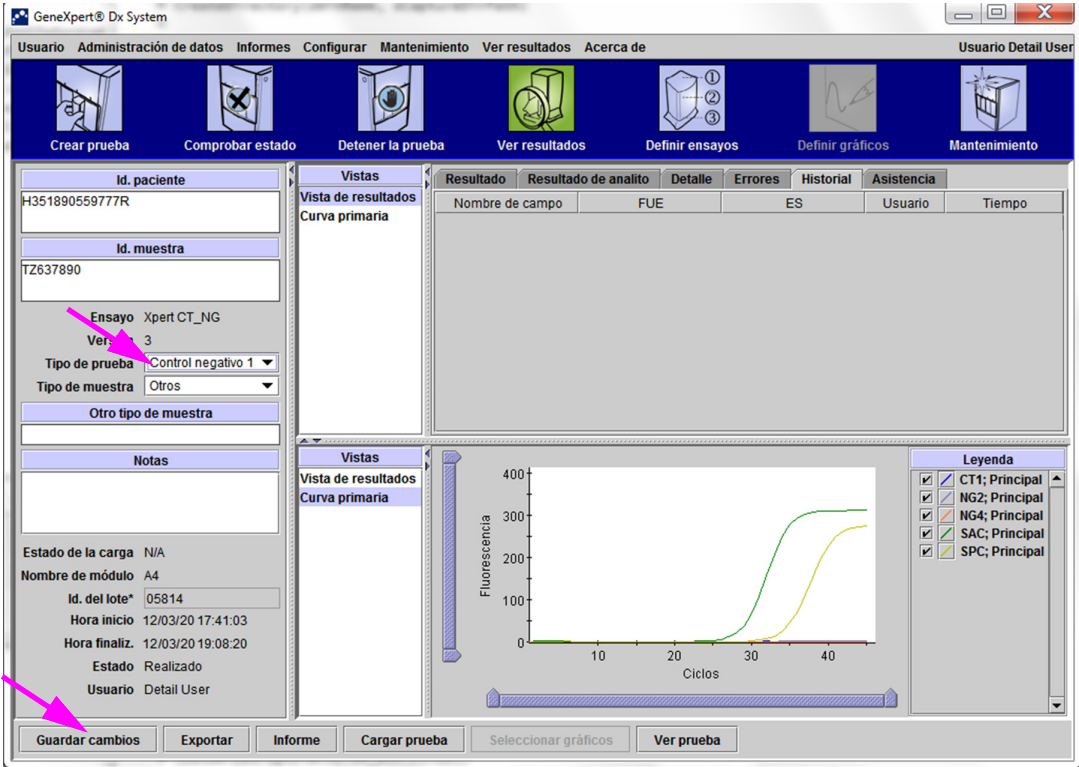
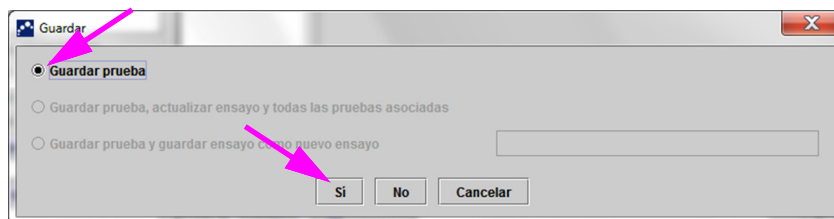

Figura 5-50. Ventana Ver resultados de GeneXpert Dx System: Tipo de prueba cambiado
Figura 5-51. Cuadro de diálogo Guardar
3. Cambie el Tipo de prueba a Control negativo, tal como se muestra en la figura 5-50.
4. Haga clic en el botón **Guardar cambios** en la parte inferior de la ventana Ver resultados (consulte la figura 5-50). Aparece el cuadro de diálogo Guardar prueba. Consulte la figura 5-51.